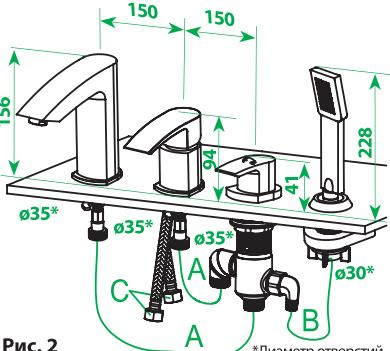

Рис. 2
2. Убедитесь, что отверстия для установки излива, корпуса смесителя, механизма переключения душ/излив (дивертора) и держателя для лейки расположены в правильной очередности и имеют нужный диаметр отверстий (см. рис. 2).
5. Установите смеситель на борт ванны согласно рис. 2. Соедините все внутренние элементы смесителя между собой с помощью входящего в комплектацию крепежа и гибкой подводки.